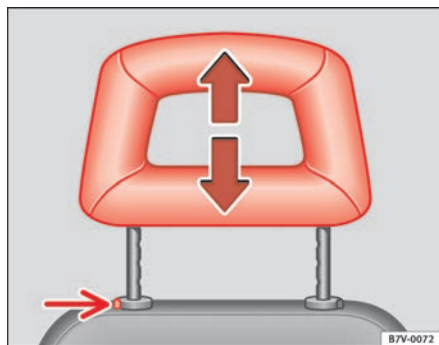

Fig. 85 Ajuste o desmontaje del apoyacabezas
- Tire del apoyacabezas hacia arriba (en dirección de la flecha) o empújelo hacia abajo a la vez que presiona la tecla ⇒ fig. 85 (flecha). Altura correcta ⇒ página 130.
- Pulse la tecla ⇒ fig. 85 -flecha-.
- Baje **completamente** el apoyacabezas a la vez que presiona la tecla ⇒ fig. 85 (flecha).